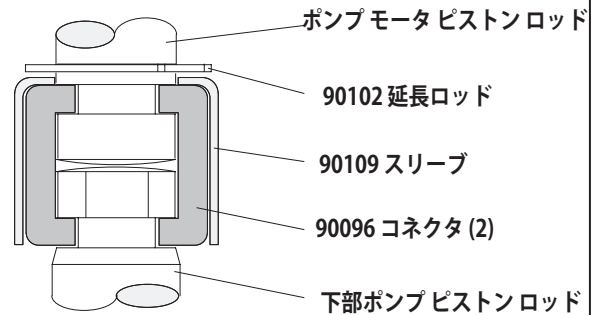

図 2
- E リング プライヤを用いて、スリーブが上方に移動し 2 点のコネクタが外れるまで E リングを上方にスライドさせます (図 2 を参照)。